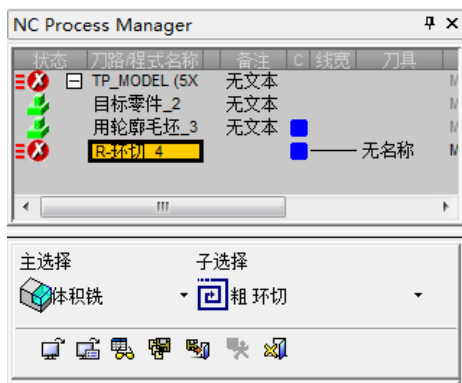

图 5-131 “NC Process Manager”对话框(1)
1) 创建程序。单击“加工向导”工具栏上的“加工程序”按钮 ，弹出“NC Process Manager”对话框(1)，“主选择”为“体积铣”，“子选择”为“粗环切”，如图 5-131 所示。